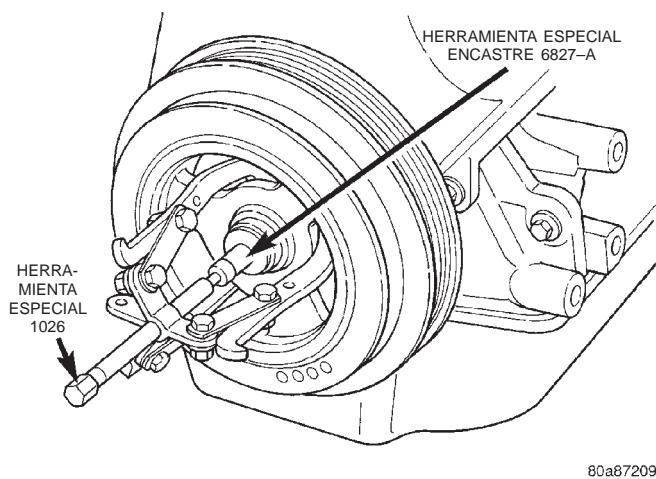

Fig. 99 Amortiguador de cigüeñal—Desmontaje
(3) Retire el perno del amortiguador del cigüeñal. Retire el amortiguador utilizando la porción más larga de la Herramienta especial 1026 y el encastre 6827-A (Fig. 99).